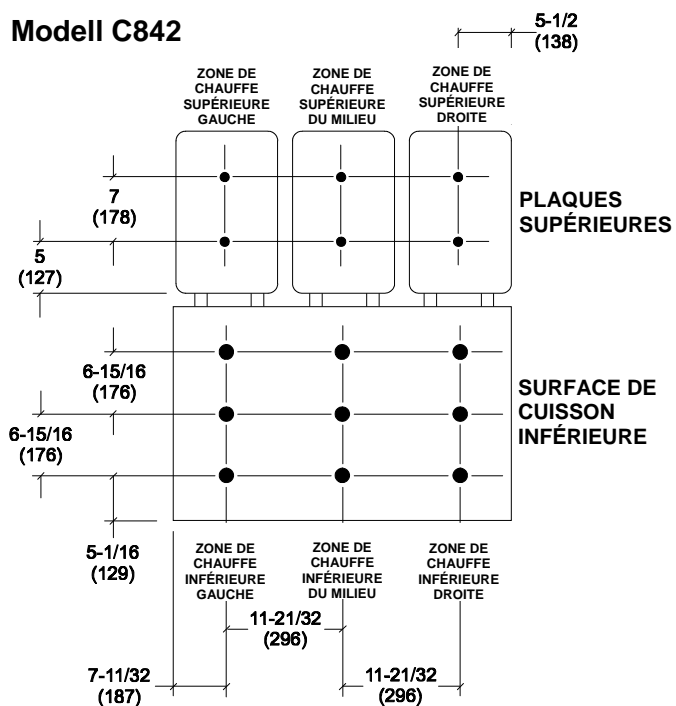

Figure 36
Cf. Figures 36 et 37 ci-dessous pour identifier le lieu des sondes.
3. Placer une sonde de surface pyrométrique sur la zone de chauffe sélectionnée, comme l'illustrent les Figures 36 et 37.